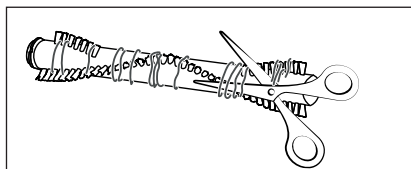

Fig. 28
- 4) Corte los hilos y pelos enganchados a lo largo de las cerdas del rodillo de cepillos **21** con unas tijeras (consulte la fig. 28). Retire los hilos y pelos del rodillo de cepillos **21**.